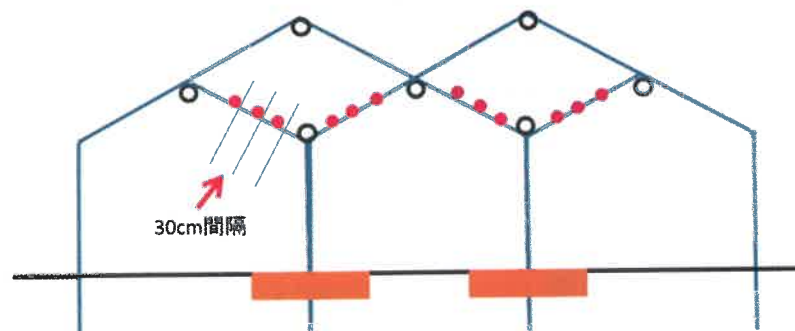

図 35 新梢の誘引線を張る位置
- 設置したアーチパイプに、新梢誘引線を 30cm 間隔で入れます (図 35)。